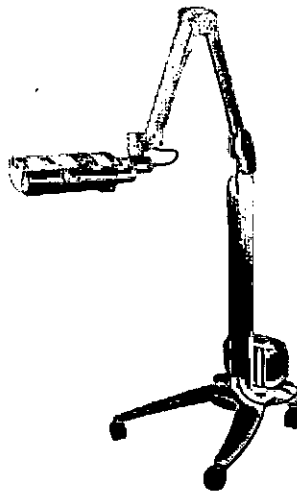

Imagen 4, Aktelite CL128.
Paso 2) Desde debajo de la base, apriete los cuatro tornillos M8 con las arandelas, utilice la llave Allen (véase la imagen 4).